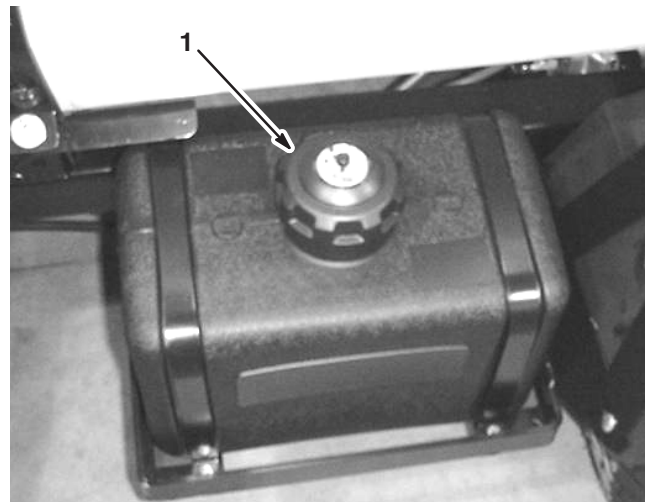

Bild 7
2. Reinigen Sie den Bereich um den Tankdeckel (Bild 7).